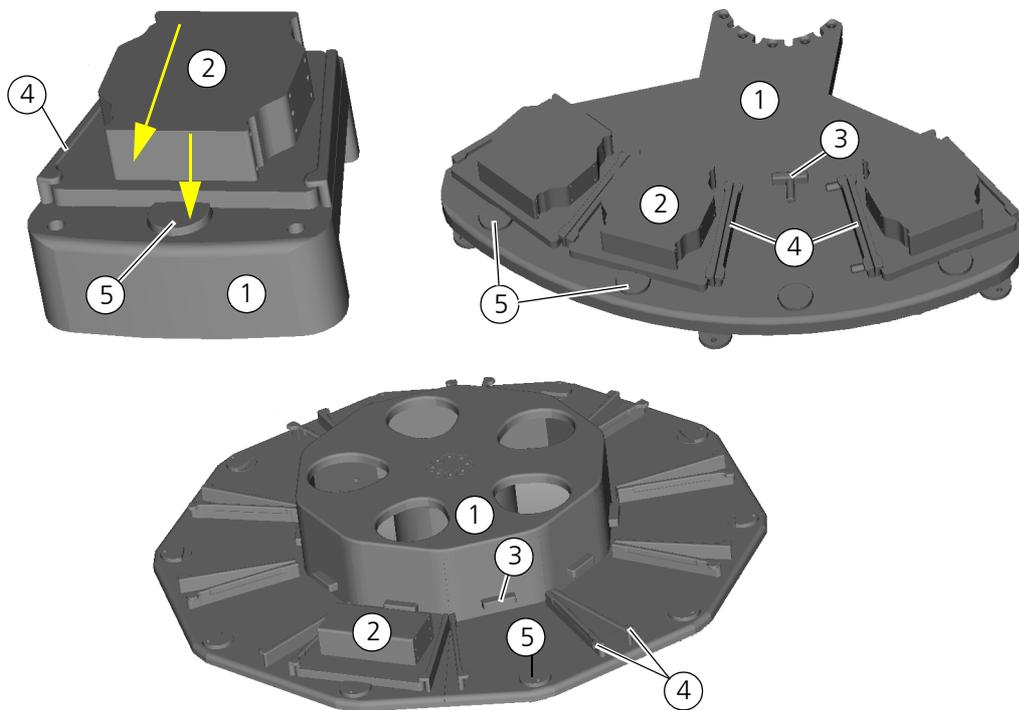

Abb. 100: verschiedene Sockel des Storage System
3. Ziehen Sie das Rack/Schacht nach vorn vom Grundgestell (→ *siehe Abb. 100*).